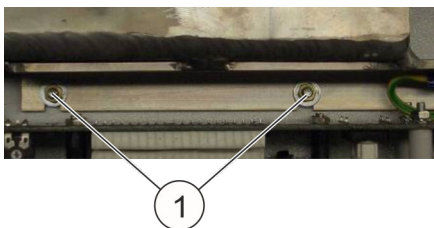

Abb. 89: Tankbefestigung
- 14.** ▶ M3-Muttern (Abb. 89/1) der Tankbefestigung mit einem 5,5 mm Steckschlüssel entfernen.